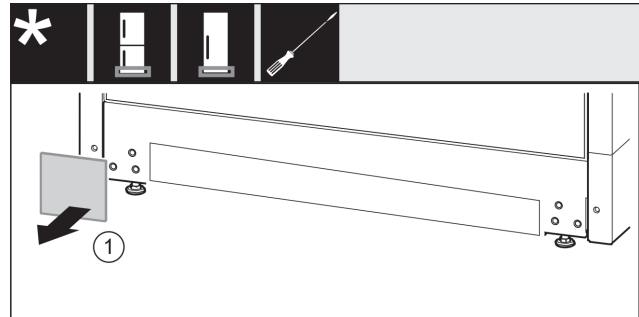

Fig. 15
- Vegye le a borítást. Fig. 15 (1)